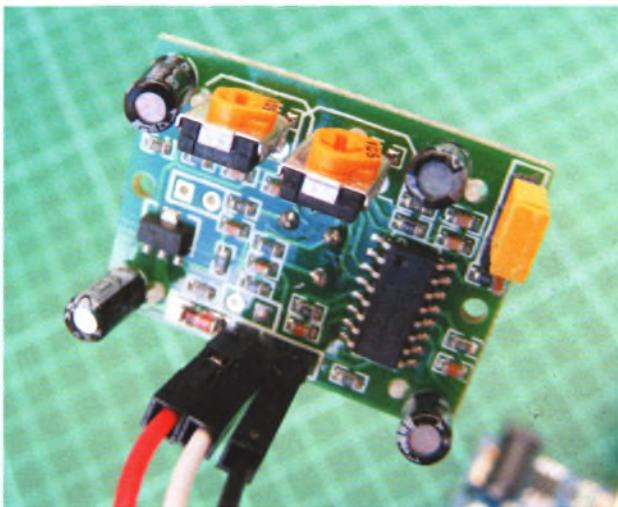

РИСУНОК 21.4
- Подключите контакты датчика движения 5V и GND к шинам питания и заземления макетной платы, соответственно, а затем соедините эти шины с соответствующими контактами платы Arduino. Подключите контакт OUT датчика к контакту 2 платы Arduino (см. рис. 21.4).